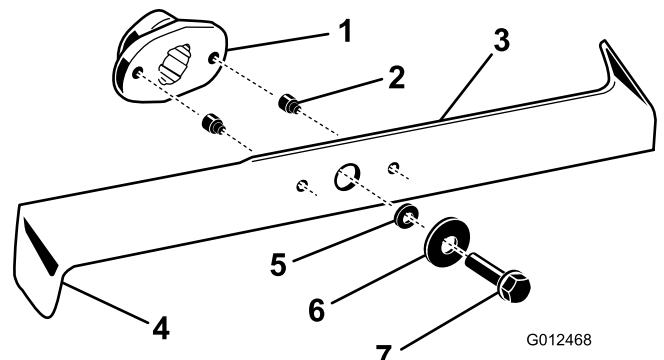

Bild 37
2. Untersuchen Sie die Schnittkanten (Bild 37). Bauen Sie die Schnittmesser aus und schärfen sie, wenn die Kanten nicht scharf sind oder Kerben aufweisen, siehe „Schärfen der Messer“.
3. Prüfen Sie die Schnittmesser, insbesondere die gebogenen Kanten (Bild 37). Montieren Sie neue Messer, wenn Sie eine Abnutzung oder Beschädigung dieses Bereichs feststellen.
4. Ersetzen Sie die Scherbolzen sofort, wenn Sie gebrochen sind (Bild 37).
3. Entfernen Sie die Messerschrauben, Scheiben und Messer (Bild 37). Sie können einen Holzklötzchen zwischen das Schnittmesser und das Mähwerk keilen, um das Schnittmesser beim Entfernen der Schraube zu blockieren.
1. Montieren Sie die Schnittmesser, Scheiben und Messerschrauben (Bild 37).